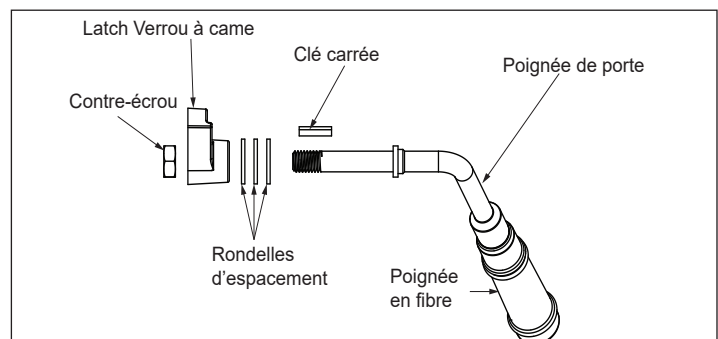

Figure 24.3 - Poignée de porte pour porte voûtée
3. Placez une deuxième rondelle comme illustré à la **Figure 24.3.**
7. Installez la poignée en la tournant dans le sens contraire des aiguilles d'une montre jusqu'à la position souhaitée sur la tige de la poignée de porte. **Figure 24.3.**